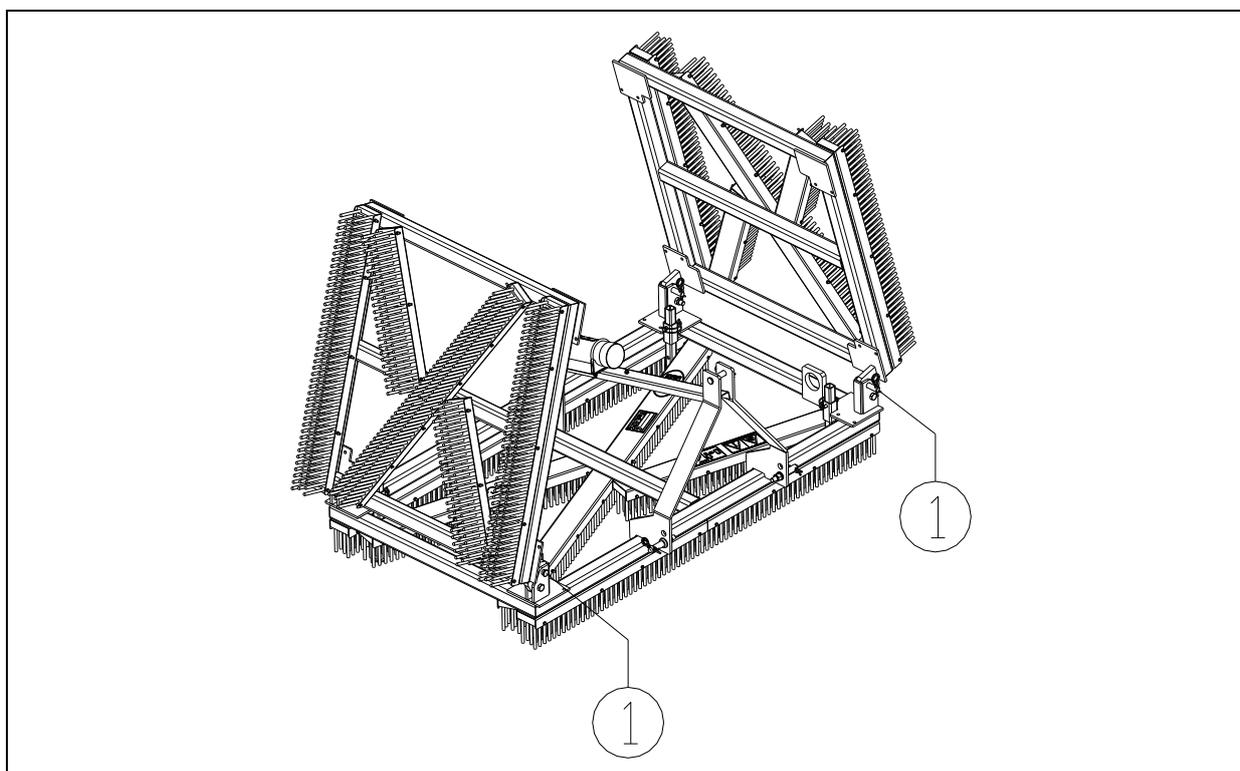

Figura 8
- ⚠ Transporte o Pente Verti-Comb-Comb apenas com os painéis laterais dobrados. Fixe o mecanismo de fixação 81) com o pino de retenção (ver Figura 8).**